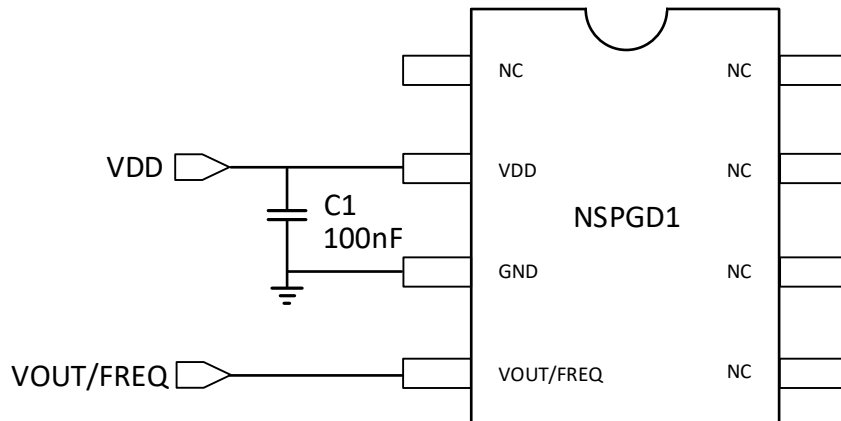

图 6.1 模拟/频率输出典型应用电路
4) 传递函数为实际应用中的传递函数，涉及到的各参数适用于第 6 部分应用指南中的图 6.1。